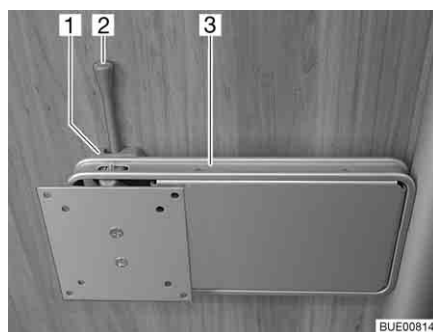

Fig. 60 Fijación en la columna
- Empujar la palanca de desbloqueo (Fig. 60,2) hacia el lado y girar el soporte (Fig. 60,3) junto con la pantalla plana a la posición deseada.
- Girar la pantalla plana hacia la posición inicial hasta que el soporte (Fig. 60,3) engatille en el bloqueo (Fig. 60,1).